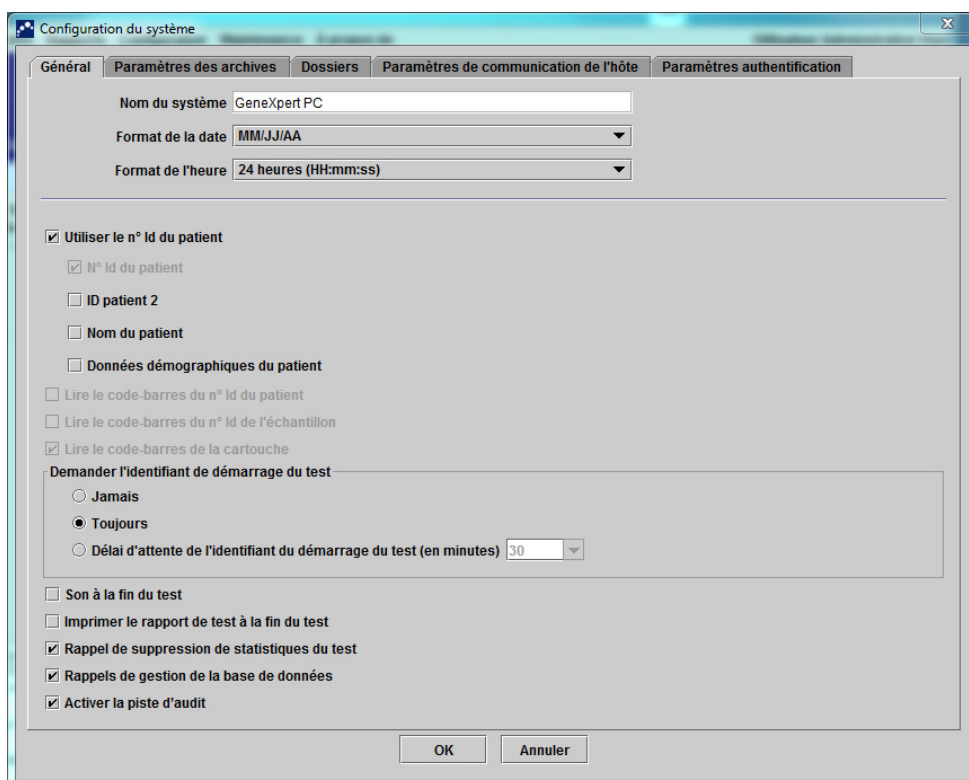

Figure 2-77. Boîte de dialogue Configuration du système (onglet Général)
1. Dans la fenêtre GeneXpert Dx System (cf. Figure 2-55), cliquez sur **Configuration** dans la barre de menus, puis cliquez sur **Configuration du système**. La boîte de dialogue Configuration du système et l'onglet **Général** s'affichent. Voir Figure 2-77.